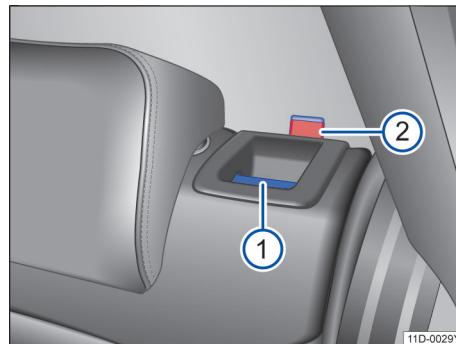

图64 后排座椅靠背：分离按钮①；红色标记②
- 向前拉分离按钮→图64①，同时前折靠背。
- 松开后排座椅靠背后应能看见按钮上的红色标记②。